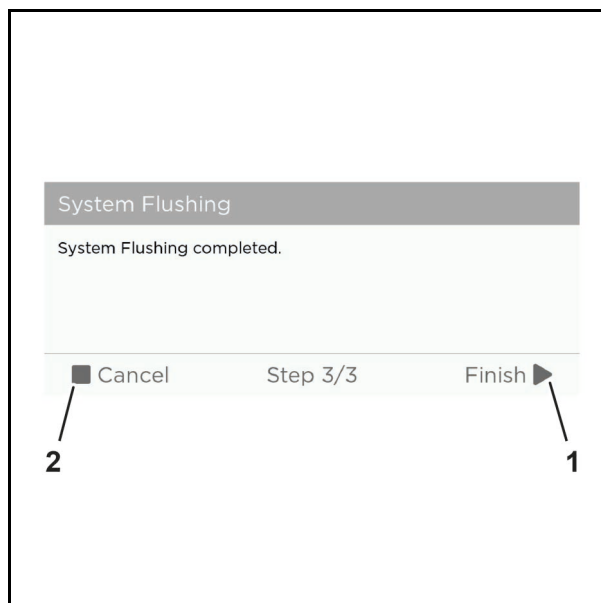

Abb. 55 Przykładowa grafika
3. Nacisnąć przycisk „Finish” (zakończ) (Abb. 55/1), aby zakończyć płukanie systemu lub „Cancel” (anuluj) (Abb. 55/2), aby anulować płukanie systemu.